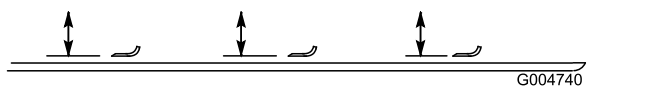

Figura 129
2. Gire la cuchilla hasta que los extremos estén orientados hacia adelante y hacia atrás, y mida desde el interior de la unidad de corte al filo de corte en la parte delantera de la cuchilla (Figura 129).